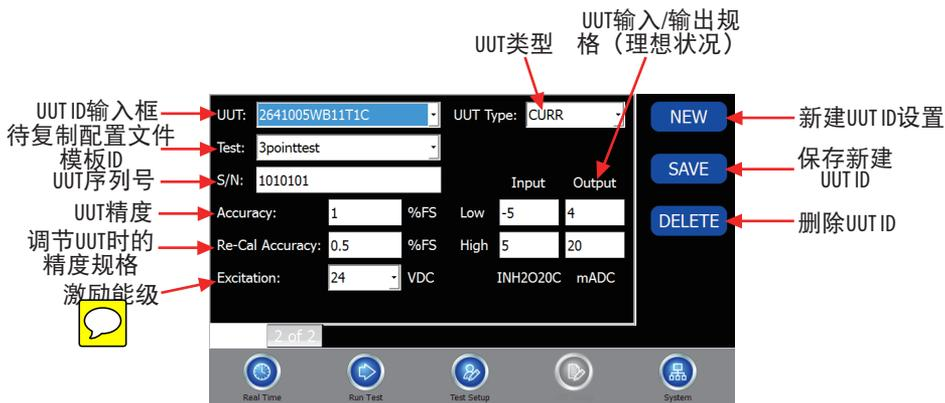

图15
请参见图15的界面说明：
- 与“通用”的区别（请参见图15）：